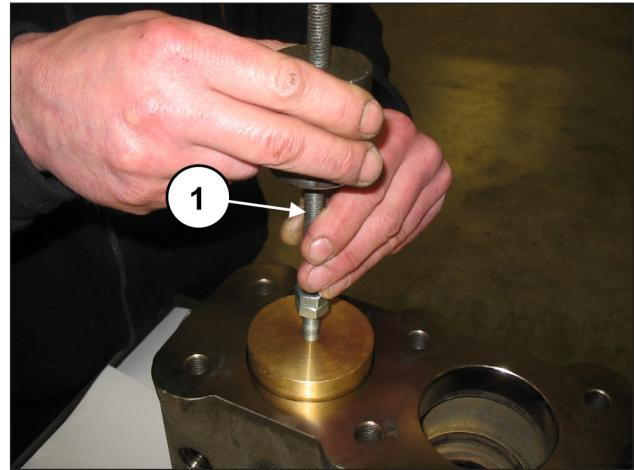

图 108
取出阀塞，将带冲击锤的提取器安装在阀塞（位置①，图 108）的M10孔上。